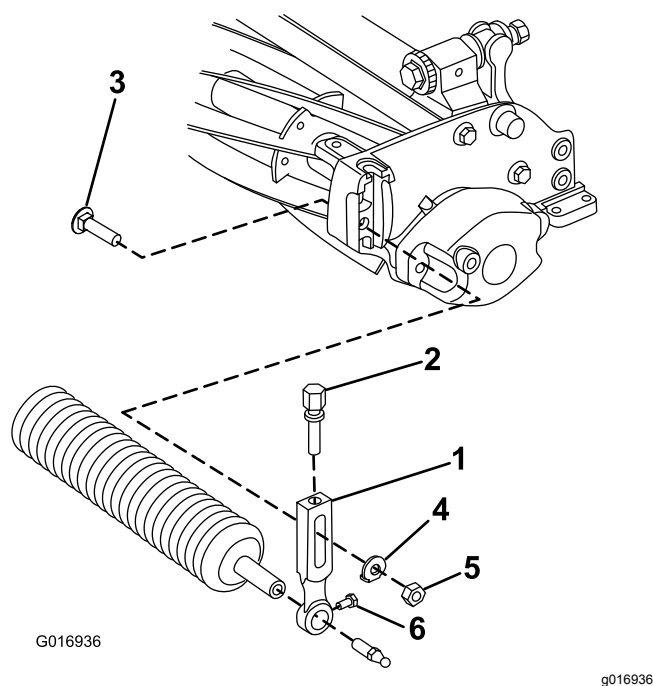

図 3
1. 刈高アーム左右のどちらか1本をカッティングユニットのサイドプレート固定しているブラウボルト、ワッシャ、フランジナットを外す 図 3。